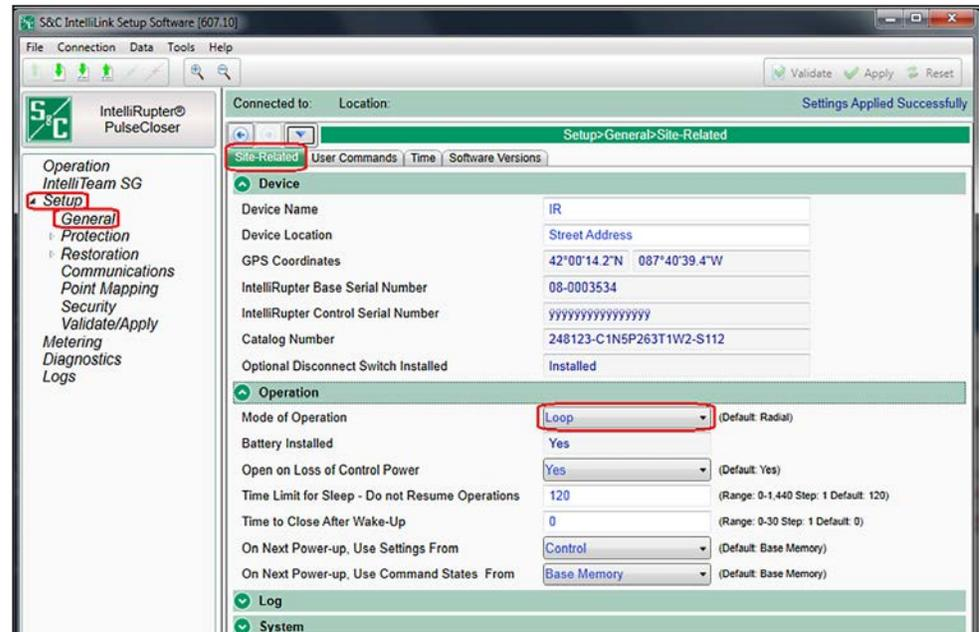
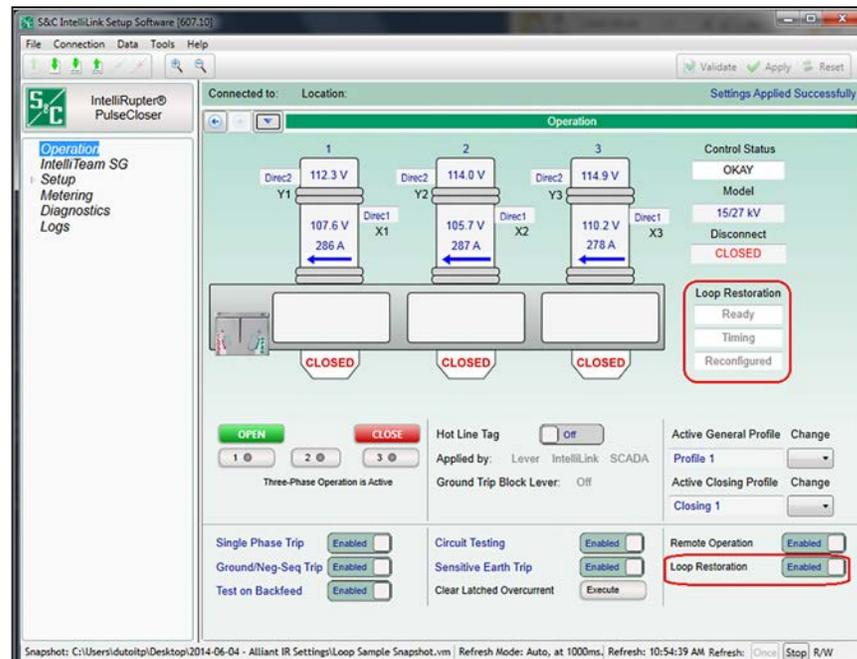

Figura 67. Tela Configurações>Geral>Relacionado ao Local.
Figura 68. Informações da Recomposição do Anel na tela *Operation*.
PASSO 3. Na tela *Setup>General>Site Related*, configure o valor-alvo **Mode of Operation** (Modo de Operação) para o modo **Loop** (Anel). Ver Figura 67. A informação do modo **Recomposição do Anel** é colocada na tela *Operation*. Ver Figura 68.